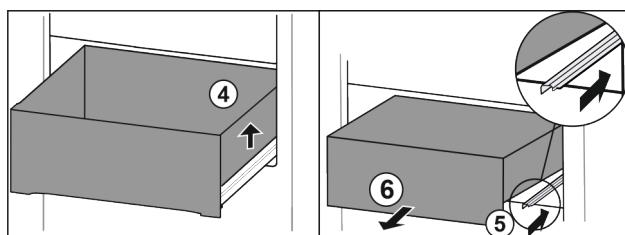

Fig. 93
- Повдигнете чекмеджето отляво. Fig. 93 (4)
- Вкарайте дясната релса. Fig. 93 (5)
- Извадете чекмеджето напред. Fig. 93 (6)